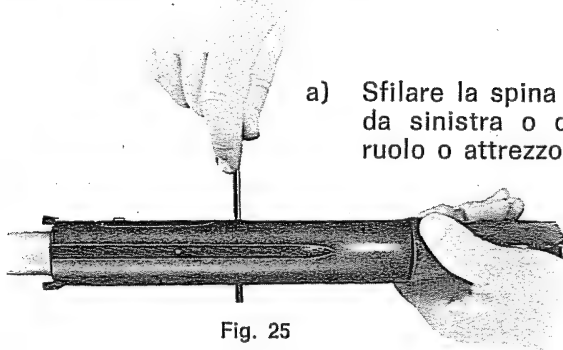

Fig. 25
- a) Sfilare la spina (tav. 2^a - Q) spingendola da sinistra o da destra con un punteruolo o attrezzo equivalente (fig. 25).
- a — with a punch push out trigger plate pin (Q - Table 2) from either end (fig. 25).
- a — *avec un poinçon chasser la goupille du pontet, (table 2 - pièce Q) ce qui peut se faire d'un côté ou de l'autre (fig. 25)*